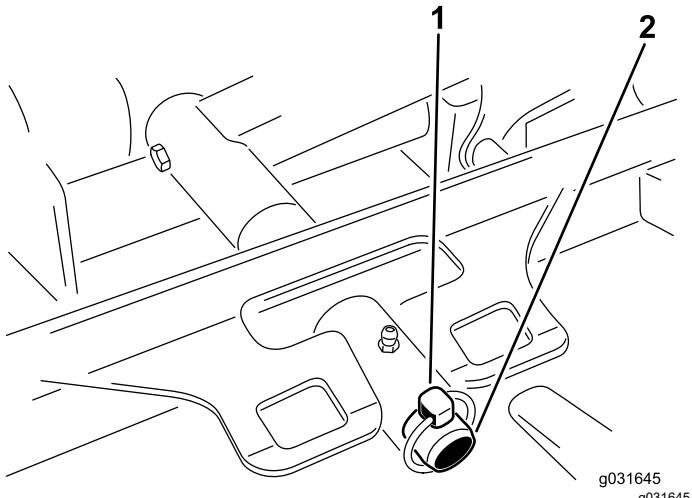

Bild 70
3. Entfernen Sie den Klappstecker oder die Befestigungsmutter, mit der der Mähwerkträgerrahmen am Hubarm-Lagerbolzen befestigt ist (Bild 70).
3. Schieben Sie den Mähwerkträgerrahmen auf den Lagerbolzen des Hubarms und befestigen Sie ihn mit dem Klappstecker oder der Befestigungsmutter (**Bild 70**).